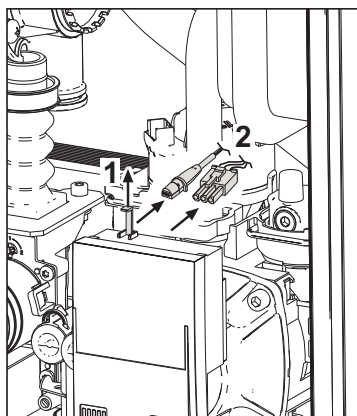

fig. 38
- Sconnettere elettricamente il circolatore sbloccando le connessioni alzando il particolare "1" di fig. 38.